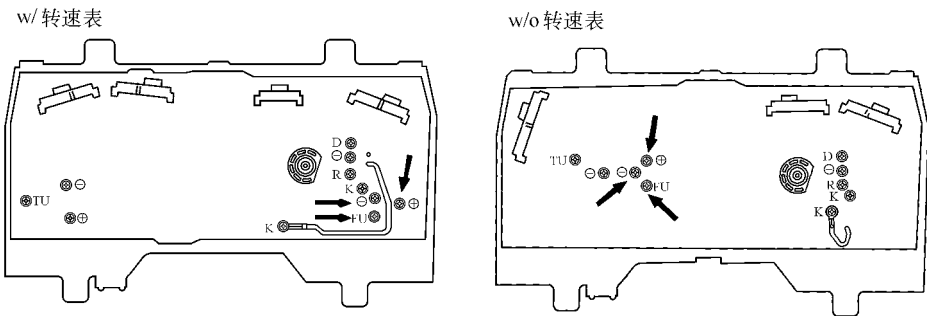

图 18-114 测量电阻
3) 使用欧姆表测量图 18-114 中箭头所示的端子之间电阻。其电阻值见表 18-29。